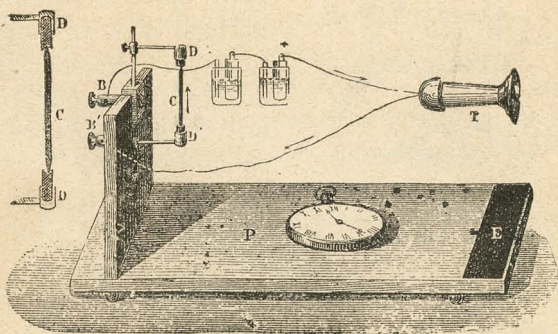

Fig. 238.—Micrófono de Hughes.
2. **Micrófono** (fig. 238).—Se llama *micrófono* un aparato inventado por Hughes cuyo objeto es modificar la intensidad de las corrientes, introduciendo en el circuito algunas resistencias producidas por piezas que vibran bajo la acción de los sonidos.